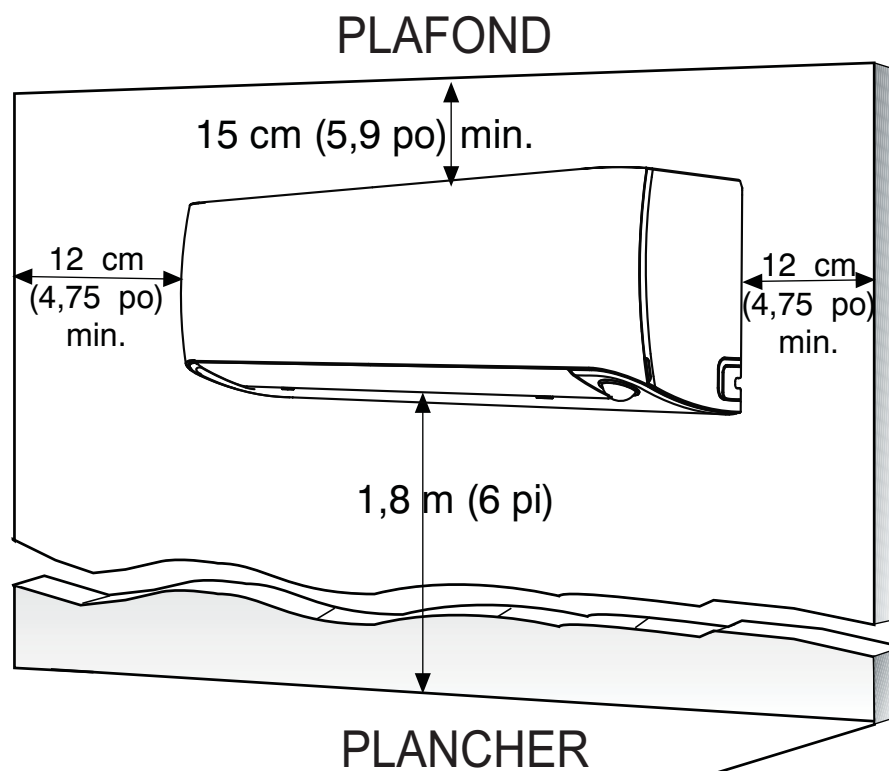

Fig. 6 – Dégagements du module
- Emplacement qui fournit les dégagements appropriés (voir fig. 6).
2. À l'aide du pochoir, tracez la position du trou dans le mur. La plaque de montage doit être placée horizontalement et de niveau au mur. Tous les dégagements minimaux indiqués dans la figure 6 doivent être respectés.